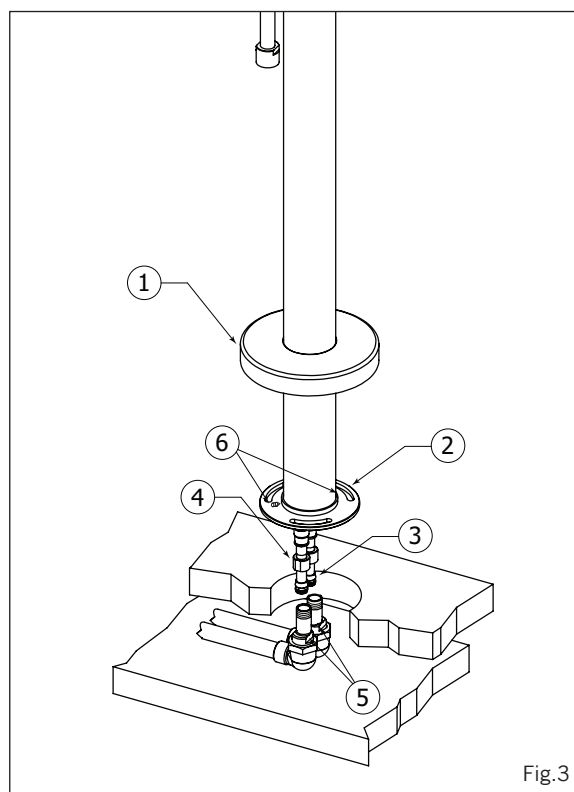

Fig.3
Separate the adaptors from the hoses by unscrewing the nut (4) (fig.3) while pulling-out at the same time (until the thread is engaged).
Séparer les adaptateurs des alimentations flexibles en dévissant leurs écrous (4) (fig. 3) tout en exerçant une traction (jusqu'à ce que le pas de vis soit engagé).
Completely insert the hot and cold hose-ends (3) into the appropriate adapters (5) and lock in place using the nut with "endless" thread (4)... turn until it becomes loose. (fig.3).
Enfoncer complètement les embouts des alimentations flexibles (3) dans les adaptateurs appropriés (5) et les sécuriser en place à l'aide des écrous au filet « sans fin » (4)... Visser jusqu'à ce que le mouvement soit libre. (fig.3).